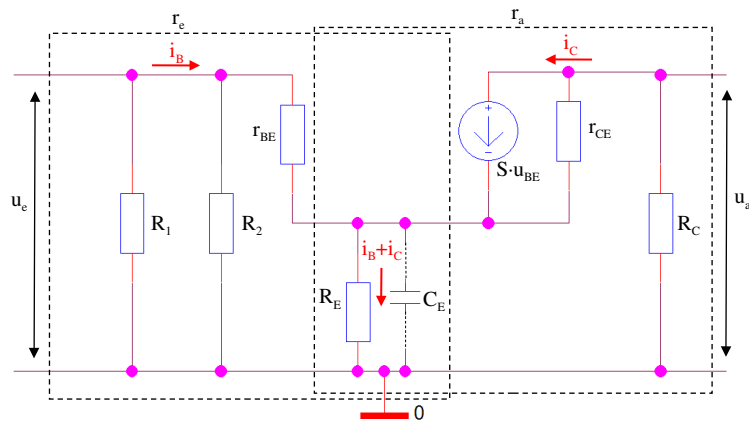

Abb.2: Ersatzschaltung für Eingangs- und Ausgangswiderstand des Verstärkers für das Wechselspannungssignal
- Berechnen Sie den Eingangswiderstand r_e des Verstärkers mit Gegenkopplung ohne C_E (siehe Abb.2).